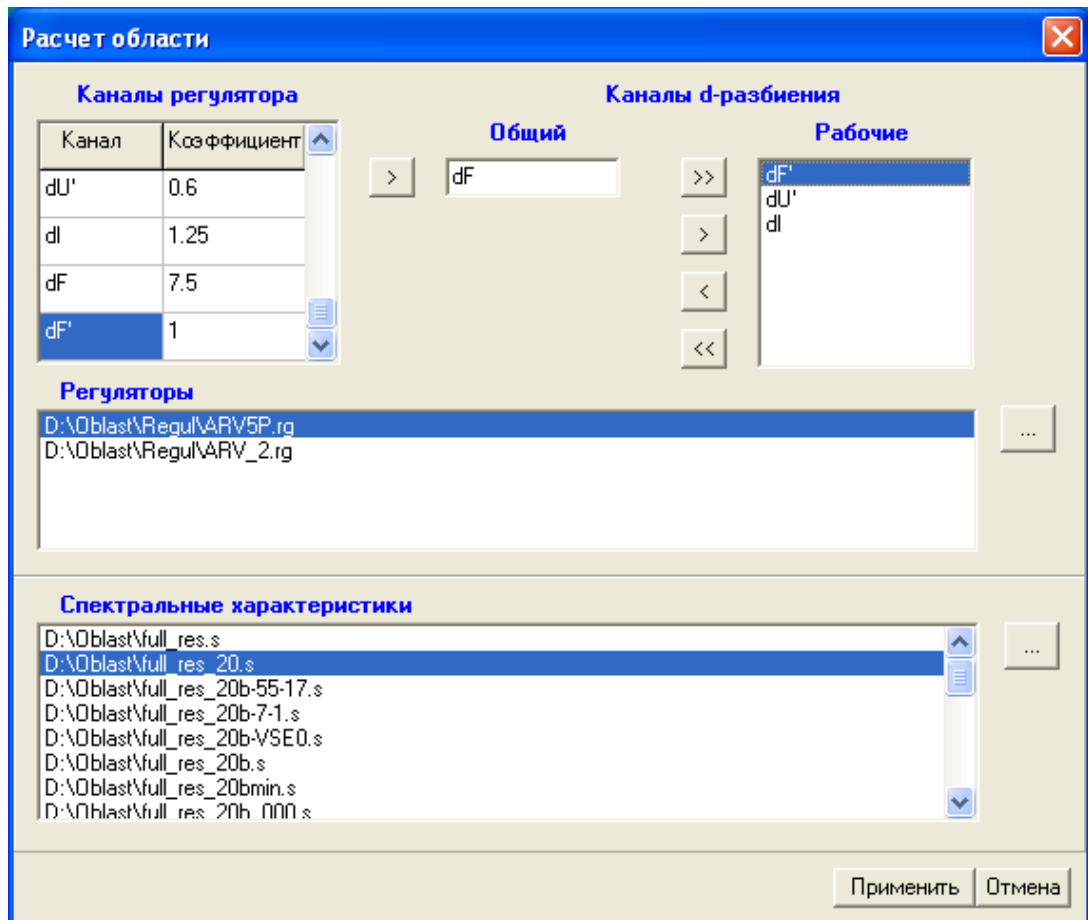

Рис.4.2.
4.3. Расчет области d-разбиения вызывается цепочкой директив *Операции – Расчет – Область*. На экране появляется форма рис.4.2.